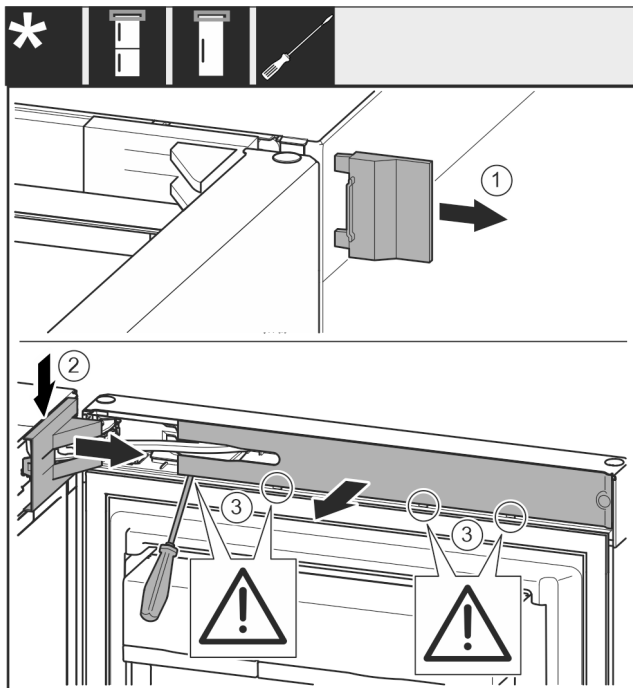

Fig. 7
- ▶ Nuimkite išorinę dengiamąją plokštelę. Fig. 7 (1)
- ▶ Atfiksukite atraminės gembės dengiamąją plokštelę ir ją nuimkite. Nuimkite atraminės gembės dengiamąją plokštelę. Fig. 7 (2)
- ▶ Išdrožiniu atsuktuvu atkelkite gaubtą ir pasukite jį į šoną. Fig. 7 (3)